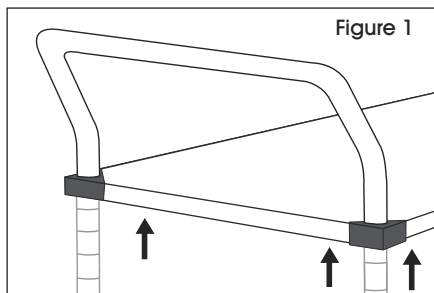

Figure 1
1. Faites glisser la tablette supérieure pleine vers le haut des montants, une extrémité à la fois, et avec les poignées orientées vers l'extérieur. (Voir Figure 1)